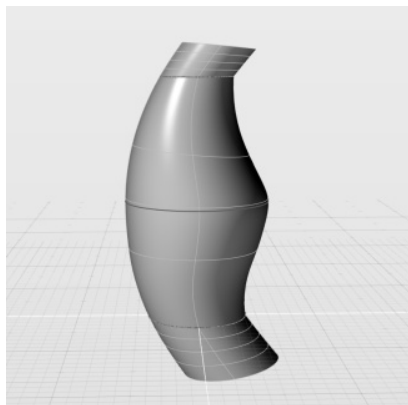

图 4-59 获得的扫掠曲面
2) 单击“扫掠”工具，当控制台提示“拾取剖面边界”时，依次选取 3 条圆曲线，按〈Enter〉键或空格键确认；当控制台提示“拾取路径曲线”时，选取开放曲线，获得图 4-59 所示的结果。